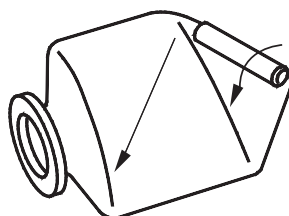

Figure 20 – Enroulement en diagonale vers l'ouverture
- b. Pour obtenir l'enroulement le plus serré possible, commencer à partir d'un des côtés du sommet et enrouler diagonalement la vessie DE MANIÈRE SERRÉE jusqu'à l'autre extrémité (voir Figure 20). Pour expulser autant d'air que possible, rouler la vessie dans la direction de son ouverture.